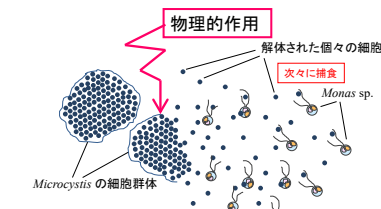

図1 細胞群体解体による捕食圧の増加
*Microcystis*は多糖質に包まれた細胞群体を形成するため周囲の捕食者（原生動物、微小後生動物など）に容易に捕食されないことが大発生の一因として挙げられています。これまでの研究で、*Microcystis*の細胞群体を物理的に個々の細胞に解体した結果、原生動物鞭毛虫類*Monas* sp.（モナス）〔写真3〕の捕食圧は高まり効率よく*Microcystis*が減ることを室内実験で確認しました〔図1〕。
国内サイトでは、東京都都井の頭公園恩賜池の景観と水質を改善するために水質調査と図1 細胞群体解体による捕食圧の増加浄化研究を進めています。